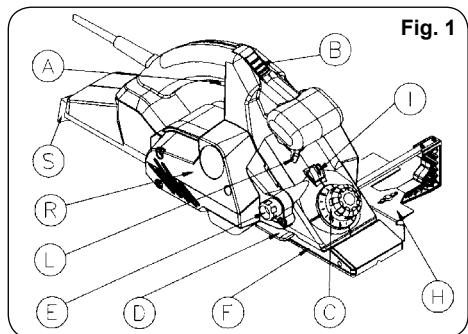

Fig. 1
- Wyłącznik bezpieczeństwa A (Rys. 1) z odwracalną blokadą B (Rys. 1) dla prawo i lewo ręcznych użytkowników, aby uniknąć przypadkowego uruchomienia urządzenia.
Aby ponownie uruchomić, przestań naciskać przełącznik (A) (Rys. 1). Po zwolnieniu przełącznika strug można uruchomić, ponownie naciskając przełącznik.
Wyłot wiórów może być ustawiony w prawo (pozycja podstawowa) lub lewo poprzez przesunięcie dźwigni L (Rys. 1) w stronę, którą wybrałeś. W ten sposób można podłączyć kolektory odpadów Virutex lub inny wybrany model.
Zdejmij osłonę R (Rys. 1) odkręcając cztery śrubki, które ją trzymają. Aby wymienić każdą szczotkę przesuń koniec sprężyny T (Rys. 10) do tyłu i przytrzymaj ją w tej pozycji. Wyjmij zużytą szczotkę i zastąp ją nową, oryginalną szczotką VIRUTEX. Upewnij się, że przesuwa się ona gładko w swej prowadnicy i zwolnij sprężynę T przytrzymującą szczotkę.
Zamocuj od nowa pokrywę R (Rys. 1). Jeśli to możliwe pozostaw urządzenie włączone przez 15 minut aby się upewnić, że szczotki dobrze się ułożyły.